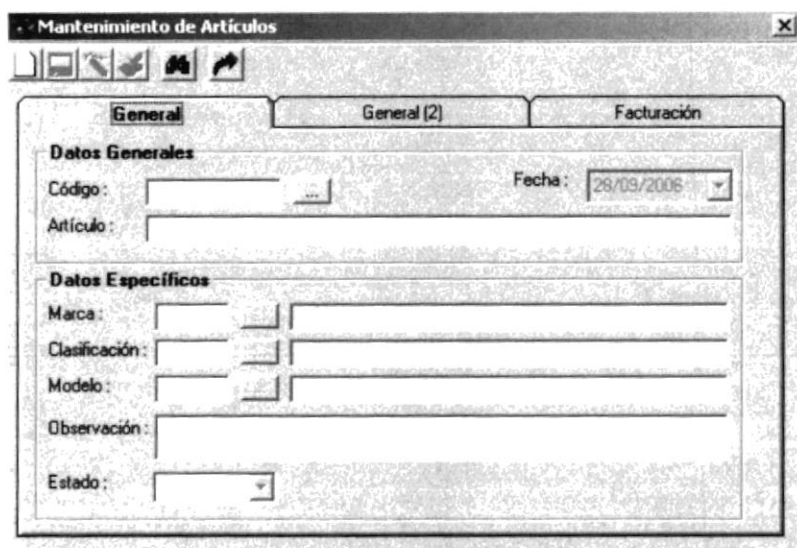

Figura 11.2 Módulo de Inventario/Opción Mantenimiento de Artículos
- ✓ Haciendo doble clic, los datos del registro especificado se cargarán a la pantalla de Mantenimiento Figura 11.2